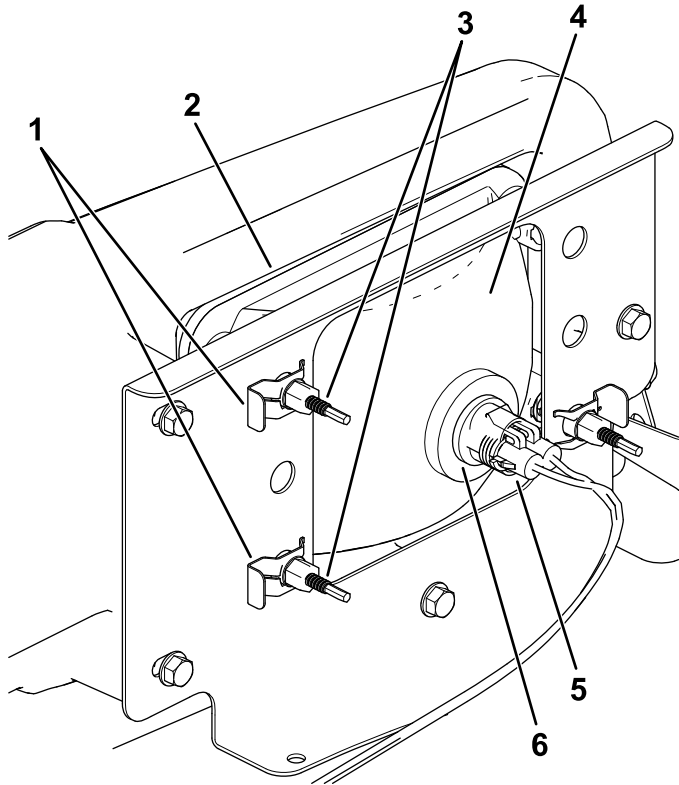

Figura 53
3. Desligue o conector elétrico para a cablagem do conector do conjunto da lâmpada (Figura 53).
4. Retire os cliques rápidos que fixam o farol ao respectivo suporte (Figura 53).
5. Retire o conjunto do farol movendo-o para a frente através da abertura no pára-choques dianteiro (Figura 53).
6. Instale o novo farol através da abertura no pára-choques (Figura 53).
8. Ligue o conector elétrico para a cablagem ao conector do conjunto da lâmpada (Figura 53).
5. Na parte traseira do conjunto de faróis, rode os parafusos de ajuste (Figura 53) para inclinar o conjunto dos faróis e alinhar a posição do feixe.